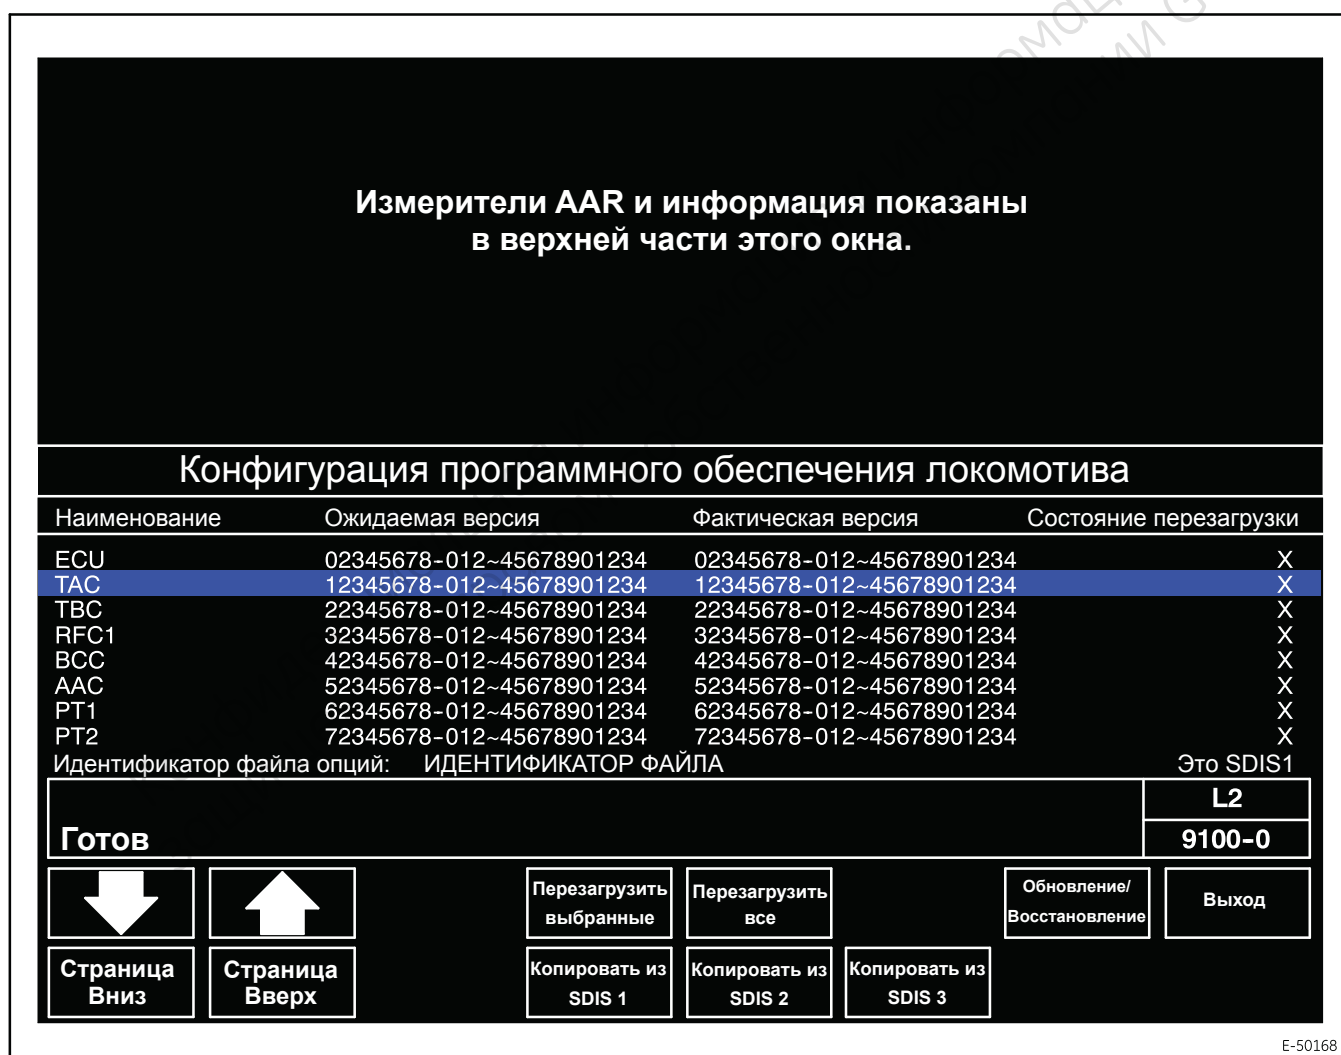

Рисунок 2. Стандартный вид экрана Locomotive Software Configuration (Конфигурация ПО локомотива) (9100-0).
- На одной из первоначально установленных в локомотиве панелей SDIS нажмите экранную кнопку 3 **Loco Config (Конфигурация локомотива)** на экране Main Operating More Menu (Дополнительное меню главного рабочего экрана) (0000-1), чтобы перейти на экран Locomotive Software Configuration (Конфигурация ПО локомотива) (9100-0, Рисунок 2).
- б. Клавиша F8 **Cancel (Отмена)**. При нажатии этой клавиши происходит возврат к экрану Locomotive Software Configuration (Конфигурация ПО локомотива) (9100-0, рис. 2) без выполнения операции перезагрузки.
5. Нажмите экранную кнопку 3 **Loco Config (Конфигурация локомотива)**. Однако, если используется новый дисплей, или выполняется установка всех новых панелей, или если конфигурация панели ранее не выполнялась, то экран Locomotive Software Configuration (Конфигурации ПО локомотива) (9100-0, Рисунок 2) будет пустым.
28. Должен появиться экран Locomotive Software Configuration (Конфигурация ПО локомотива) (9100-0, рис. 2).
3. Нажмите экранную кнопку **3 Loco Config (Конфигурация локомотива)**, чтобы перейти на экран Locomotive Software Configuration (Конфигурация ПО локомотива) (9100-0, Рисунок 2).